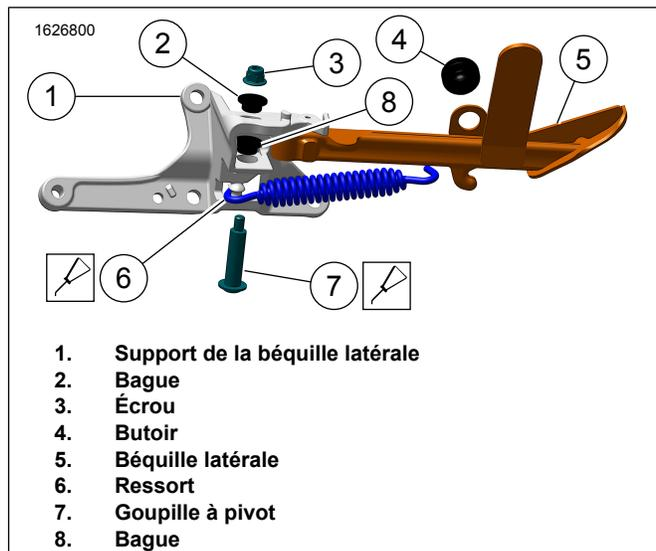

Figure 2. Ensemble béquille latérale (typique)
1. Voir la figure 2. Installer la bague (8) sur le support (1).
2. Installer la béquille latérale (5).
3. Installer la bague (2).
4. Appliquer du lubrifiant antigrippant sur la goupille de pivot (7).